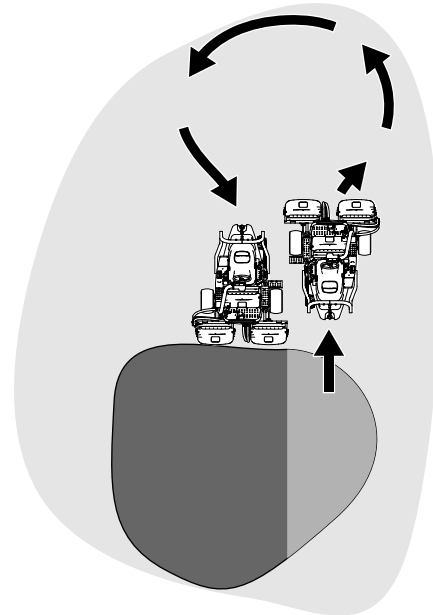

Figura 32
- Para ganar tiempo y facilitar la alineación correcta para la pasada siguiente, gire la máquina momentáneamente en la dirección opuesta, y luego gire hacia la parte que todavía no está cortada. Este movimiento es un giro en forma de lágrima (Figura 32), que permite alinear la máquina rápidamente para la pasada siguiente.